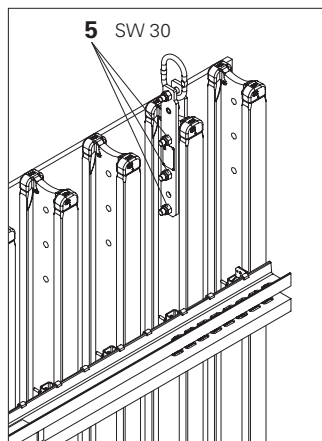

Fig. 09a
3. Togliere le tre viti (4). (Fig. 09a)